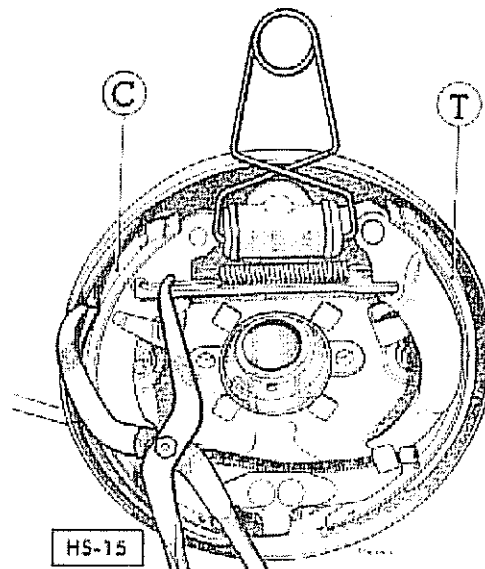

Fig. 327
- 2) Colocar grapas retenes sobre los cilindros de ruedas para evitar que estos se desarmen. Quitar el resorte de retroceso superior, empleando la pinza de extraer y colocar resortes, herramienta especial HS-15 (Fig. 327).